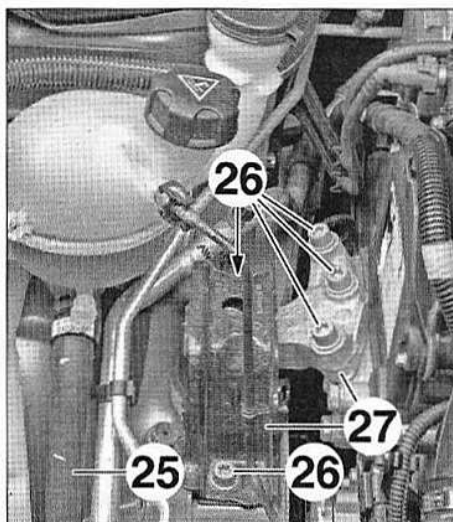

FIG.116
- Débrancher la durit (25) (Fig.116).
- Déposer les vis (26) et la partie supérieure (27) du support moteur droit.